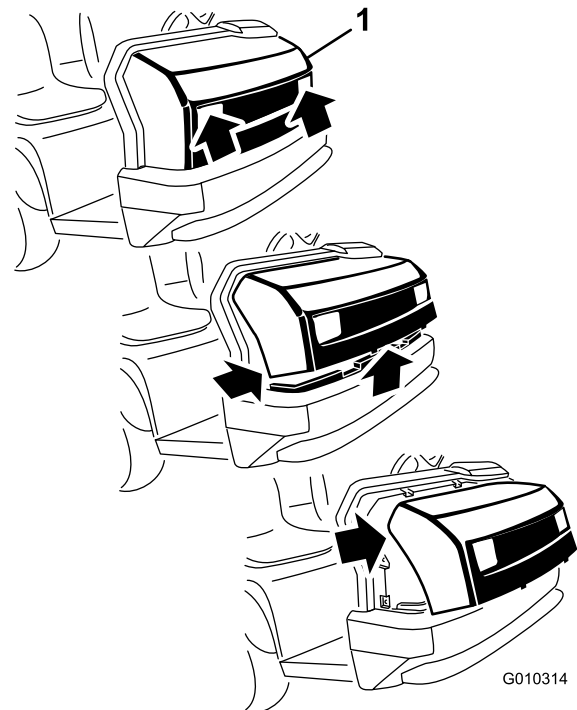

Figura 35
1. Afferrate il cofano dalle aperture dei fari, sollevatelo per sganciare le linguette di montaggio inferiori dalle fessure del telaio (Figura 35).
2. Ruotate verso l'alto la parte inferiore del cofano in modo da estrarre le linguette di montaggio superiori dalle fessure del telaio (Figura 35).
3. Ruotate in avanti la parte superiore del cofano e staccate i connettori a filo dai fari (Figura 35).